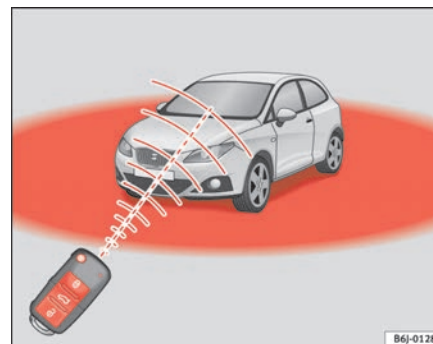

Fig. 44 Raio de acção do telecomando por radiofrequência
Além disso, o indicador luminoso da pilha da chave ⇒ fig. 44, começa a piscar.
- O comando à distância por radiofrequência só funciona dentro do seu raio de acção ⇒ página 83, fig. 44.